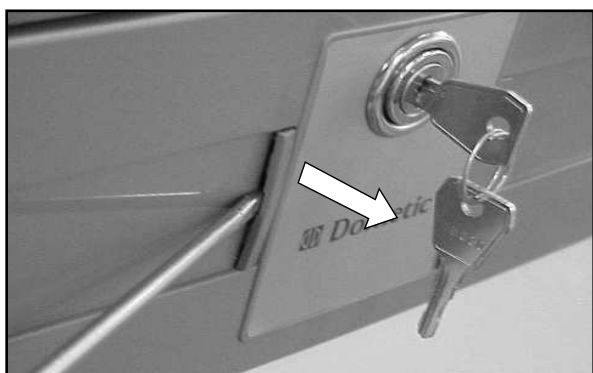

Figur 11.
10. Bytte ut dørpanelet (figur 11)